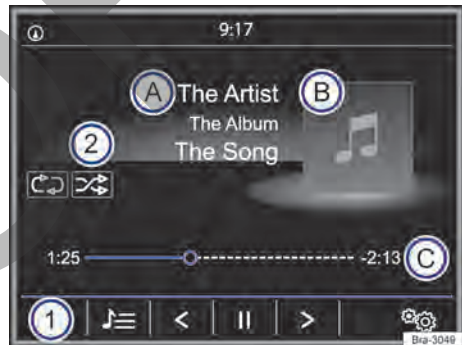

Fig. 146 Menú principal MEDIA.
- Presionar la tecla de la radio MEDIA para abrir el menú principal *MEDIA* → fig. 146.
Las fuentes de medios que se reproducen actualmente se exhiben en el botón de función en la parte inferior izquierda → fig. 146 ①.
- **O**: en el menú principal *MEDIA* pulsar el botón de función → fig. 146 ① y seleccionar la fuente de medios deseada.